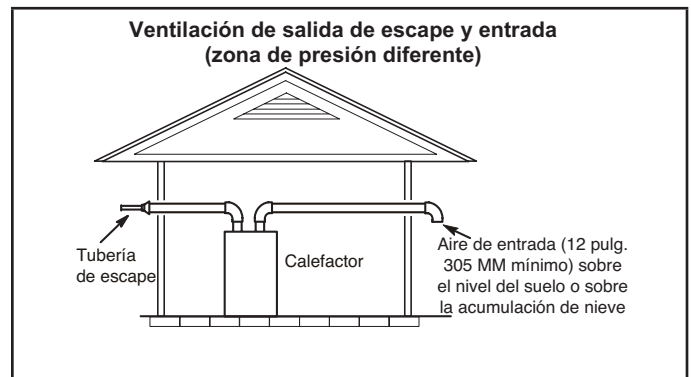
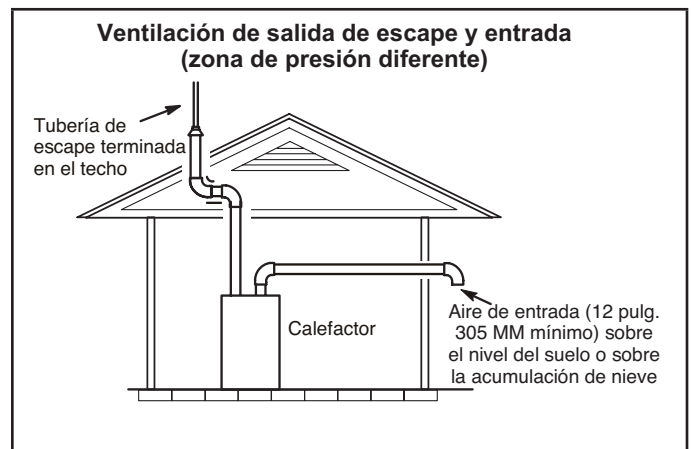

FIGURA 35
FIGURA 36
- 1 - Las terminaciones de entrada y de escape no tienen que estar en la misma zona de presión. Usted puede sacar la entrada en un lado de la estructura y el escape en el otro lado (FIGURA 35). Usted puede sacar el escape por el techo y la entrada por el costado de la estructura (FIGURA 36).